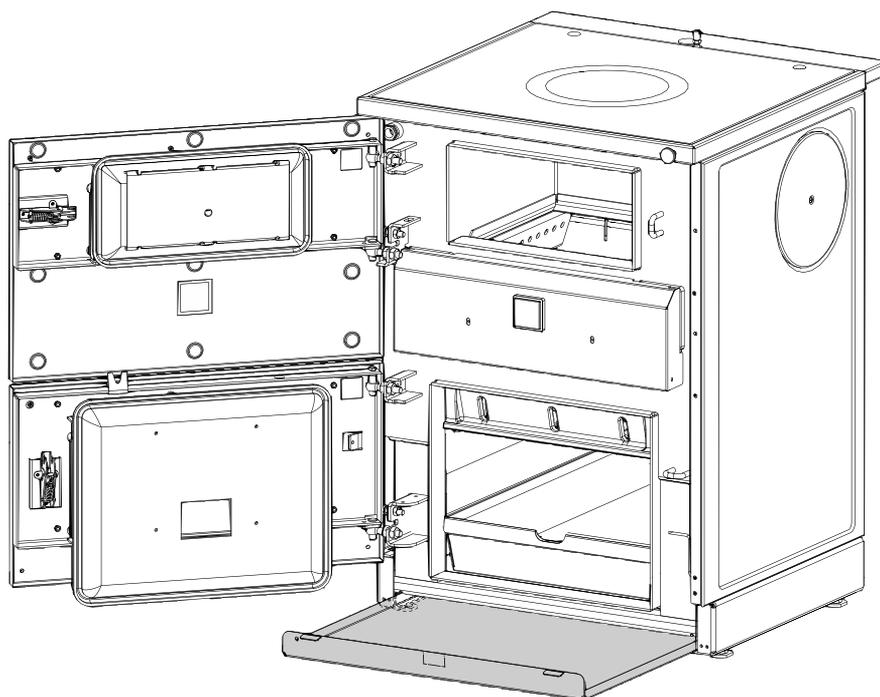

Fig. 37 Montare lamiera proteggi pavimento
- Aprire lo sportello della cenere e inserire la lamiera proteggi pavimento in basso, Fig. 37.